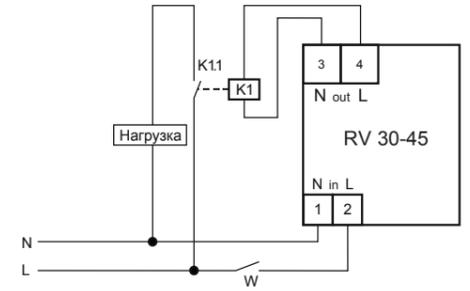

Рис. 3: схема подключения нагрузки мощностью превышающей мощности, указанной в п. 4 паспорта
7.3. Если мощность нагрузки превышает мощности, указанной в п.4 паспорта, подключите нагрузку к изделию через контактор соответствующей мощности и проводом соответствующего сечения (рис.3).